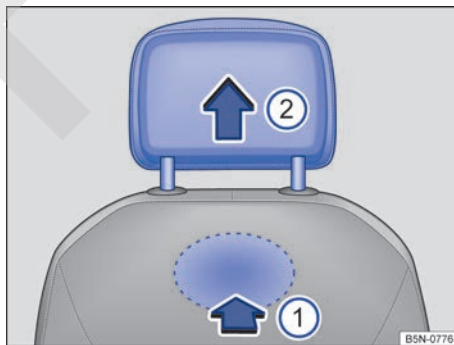

Fig. 97 Desmontaje de los apoyacabezas delanteros. ▶
- Para desbloquearlo, busque el rebaje situado en la parte posterior del respaldo por la zona marcada y presione en el sentido de la flecha → fig. 97 ①.
- Extraiga el apoyacabezas en el sentido de la flecha ②.